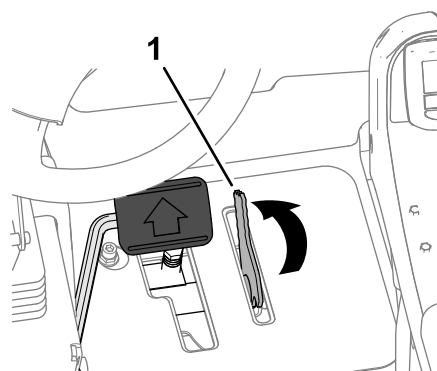

Figure 36
3. Avec le pied, poussez le levier du limiteur de vitesse de tonte en avant à la position TONTE (Figure 36).